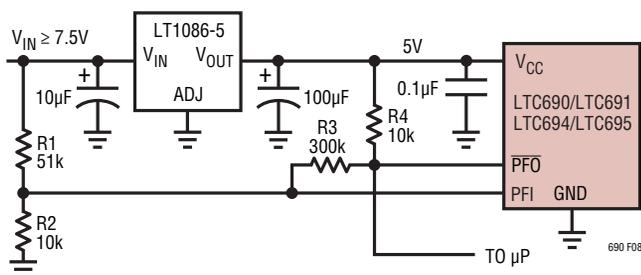
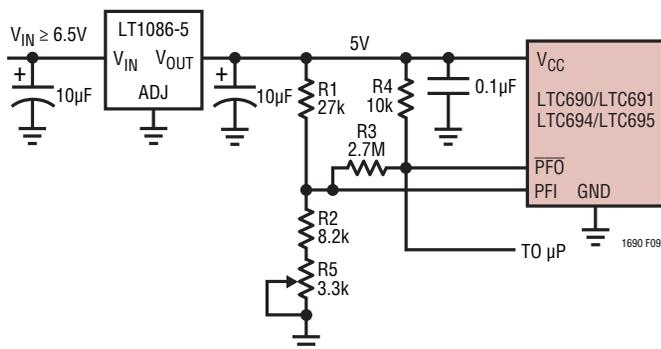

図8. LTC690のパワーフェイル・コンパレータによる非安定化DC電源の監視
図9. LTC690のパワーフェイル・コンパレータによる安定化DC電源の監視
LTC690ファミリはマイクロプロセッサの電源故障の早期警告を行うためのパワーフェイル出力( $\overline{\text{PFO}}$ )を生成します。これは、パワーフェイル入力(PFI)を内部1.3Vリファレンスと比較することによって行われます。PFIピンの電圧が1.3Vよりも低下すると $\overline{\text{PFO}}$ が“L”に遷移します。通常、外付け分圧器(図8や図9のR1とR2)によって非安定化DC入力または安定化5V出力を検出してPFIをドライブします。分圧器の比は、5V電源が最大リセット電圧スレッシュホールドの4.75Vより低くなる数ミリ秒前に、PFIピンの電圧が1.3Vよりも低くなるように選択します。通常、 $\overline{\text{PFO}}$ によってマイクロプロセッサに割り込みをかけ、 $\overline{\text{PFO}}$ とRESETまたはRESETの間でシャットダウン処理を実行します。
パワーフェイル・コンパレータC3はヒステリシスを備えていません。ヒステリシスが必要であれば、図8や図9に示すように、 $\overline{\text{PFO}}$ 出力と非反転PFI入力ピンの間に抵抗を接続することによってヒステリシスを追加できます。コンパレータの上側および下側のトリップ・ポイントは次のように設定できます。
**例1:** 図8の回路はパワーフェイル・コンパレータを用いて非安定化電源入力をモニタする例です。ここで、電源入力 $V_{\text{IN}}$ の減衰速度が100mV/msであり、シャットダウン処理を実行する総時間が8msであると仮定し、さらに $V_{\text{IN}}$ のノイズが200mVであると仮定します。これらの仮定のもと、最大リセット電圧スレッシュホールドとLT1086-5の損失電圧の和(4.75V+1.5V)よりも1.25V大きくなるように $V_L=7.5V$ と設定し、さらに $V_{\text{HYSTERESIS}}=850\text{mV}$ と設定するのが妥当です。
**例2:** 図9の回路は、安定化5V電源を測定してパワーフェイルを早期に警告するのに使用できます。PFIスレッシュホールドにはばらつきがあるので、リセット・スレッシュホールドに達する前にPFIコンパレータがトリップするように回路を調節することが必要です。R5を調節して、VCC電源が望みのレベル(例えば4.85V)に達したときにPFO出力が“L”に遷移するようにします。